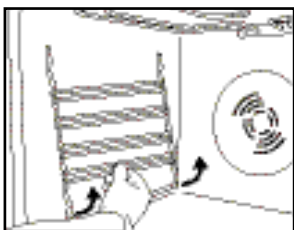

Fig.3
1. Retirer les grilles de support et les accessoires latéraux (Fig. 3).